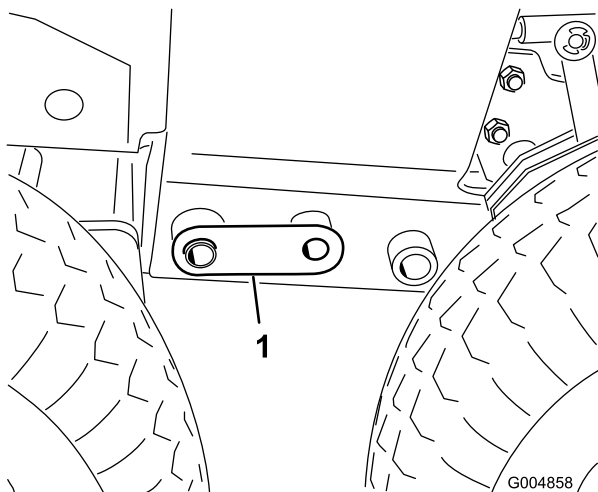

Figura 83
35. Retire a preguiça dianteira e baixe a parte da frente da máquina sobre os pneus até os pinos acopladores (**Figura 83**) ficarem suficientemente soltos para serem retirados.